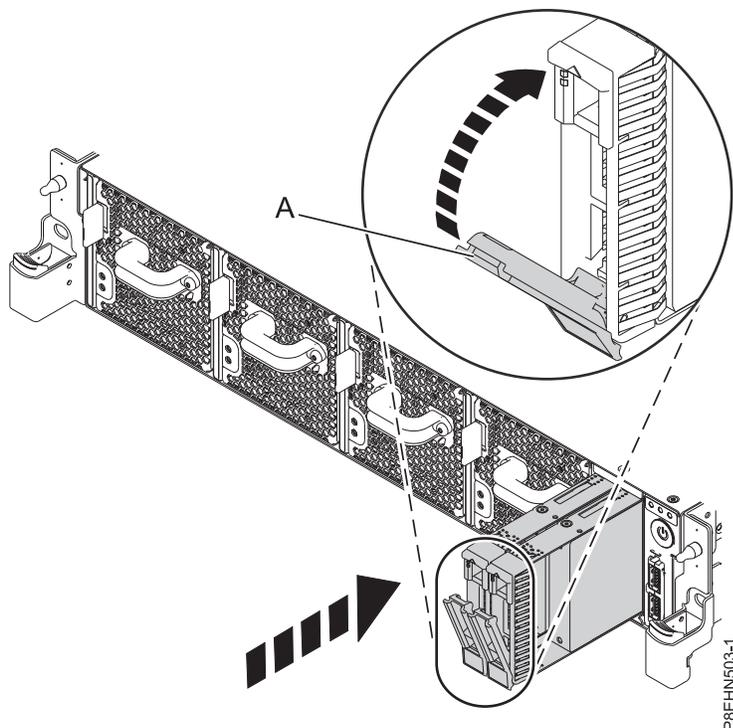

図 2. ドライブ・ベイ・ハンドルのロック
7. ハンドル・リリースを押し入れて、ドライブ・ベイ・ハンドル **(A)** をロックします。 9 ページの図 2を参照してください。